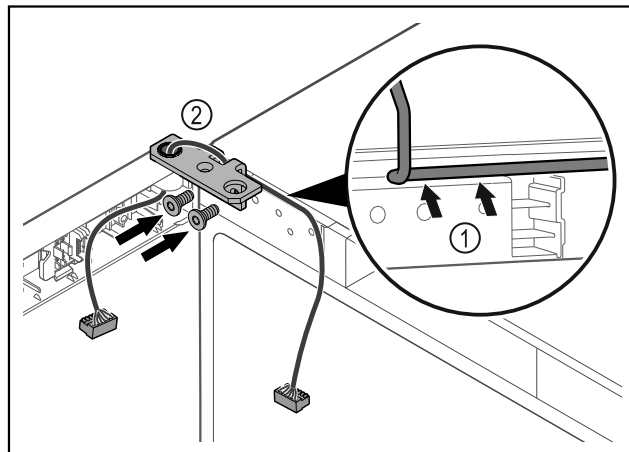

Fig. 32
- Kabel durch die Ausparung des Scharnierwinkels führen und vorsichtig verlegen Fig. 32 (1).
- Scharnierwinkel Fig. 32 (2) anschrauben.